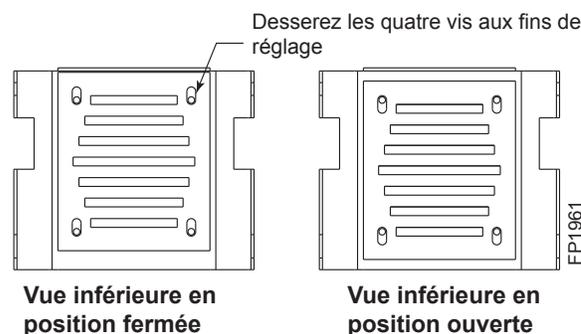

Figure 17 - Ensemble de chicane et réglage
NOTE : Pour les unités fonctionnant au gaz propane (PL), la chicane est complètement enlevée aux fins de ventilation de dimensions inférieures à 6 m (20 pi). Quant à une ventilation sur 6 m et plus, l'ensemble doit être installé avec une (1) seule chicane. Figure 17